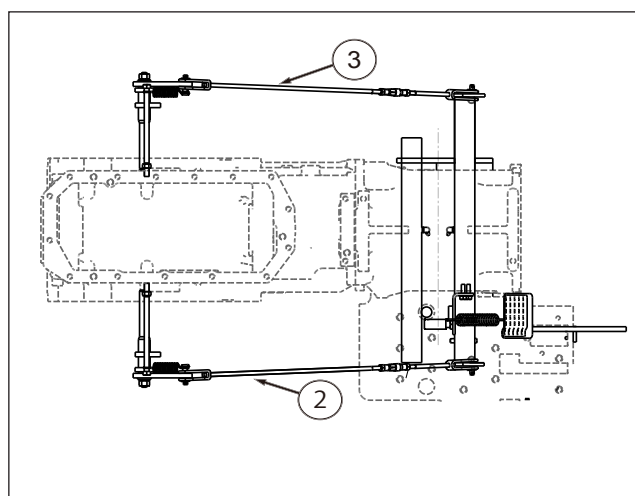

FIG. 135
FIG. 135 et 136 : desserrez la tige de frein droite (2) et gauche (3) à l'aide du tendeur (4) jusqu'à ce que le jeu soit supérieur à 40 mm. (Ne pas verrouiller)